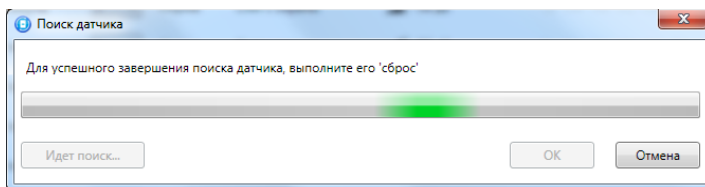

Рис. 6.26. Подключение радиоизвещателя
4. После нажатия кнопки *OK* начнется поиск радиоизвещателя контроллером в течение 30 секунд (рис. 6.26). Для того чтобы радиоизвещатель был найден контроллером, его состояние должно быть сброшено. Для новых радиоизвещателей выполнять сброс не требуется (их состояние является сброшенным). Для радиоизвещателей, использовавшихся ранее, необходимо выполнить сброс. У большинства моделей он выполняется путем замыкания перемычки сброса на плате. Подробные сведения о сбросе состояния радиоизвещателей см. в документации к ним.